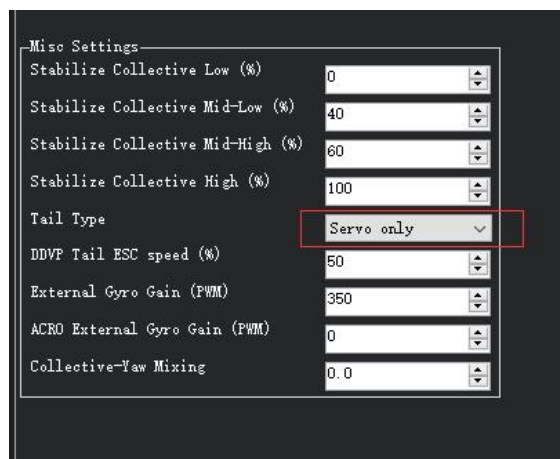
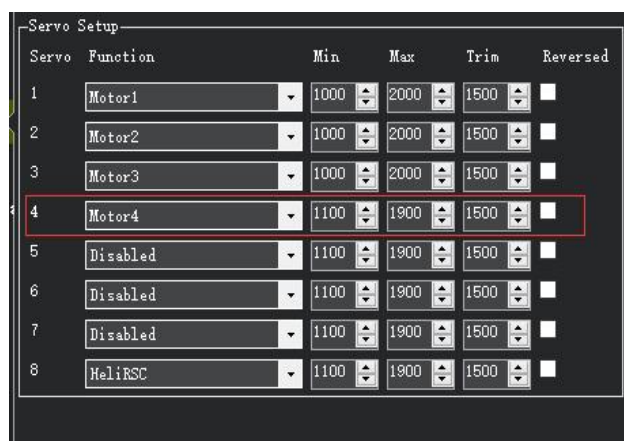

图 1 配置成 Servo Only
图 2 配置输出通道
1. Servo Only：仅使用舵机控制，ArduPilot 将像尾桨陀螺仪一样提供尾桨稳定性，并控制尾桨叶片的桨距。如下图 1 所示，在 Tail Type 下拉菜单中选择 Servo Only 即可配置为仅使用舵机控制。如下图 2 将参数 SERVOx_FUNCTION 设置成 Motor4 来控制尾舵机（默认为 4 通道输出）。